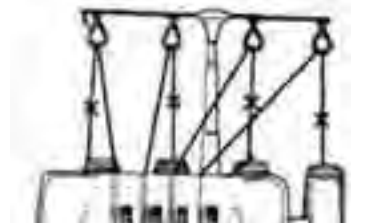

Fig. 35
2. Nouez les extrémités de l'ancien et du nouveau fil (Fig. 35).